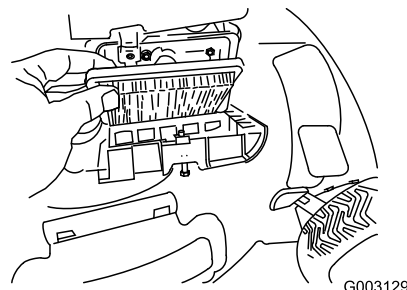

Figure 33
4. Remettez le couvercle en place (Figure 33).